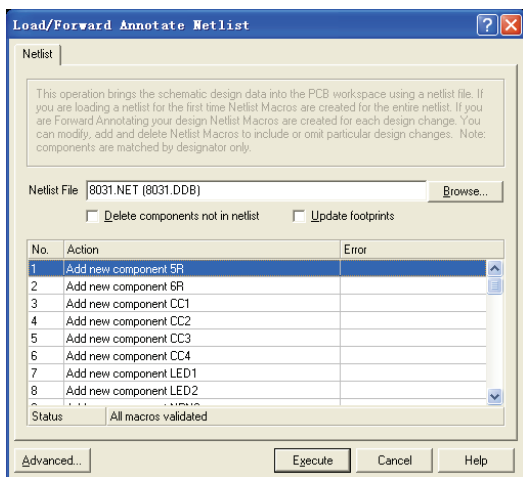
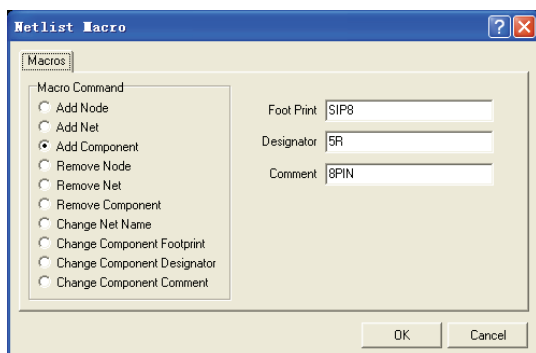

图 6-26 “Load/Forward Annotate Netlist”对话框
图 6-28 “Netlist Macro”对话框
3) 执行该命令后，系统会弹出如图 6-26 所示的“Load/Forward Annotate Netlist（加载网络表）”对话框。
如果想查看网络表所生成的宏，可以双击图 6-26 所示的列表中的对象，系统将弹出如图 6-28 所示的“Netlist Macro”对话框，在该对话框中显示该宏的属性，用户还可以修改宏。
如果单击图 6-26 中的“Advanced”按钮，则可以打开“网络表管理器”对话框，实现对网络表的管理和操作。这将在后续章节介绍。